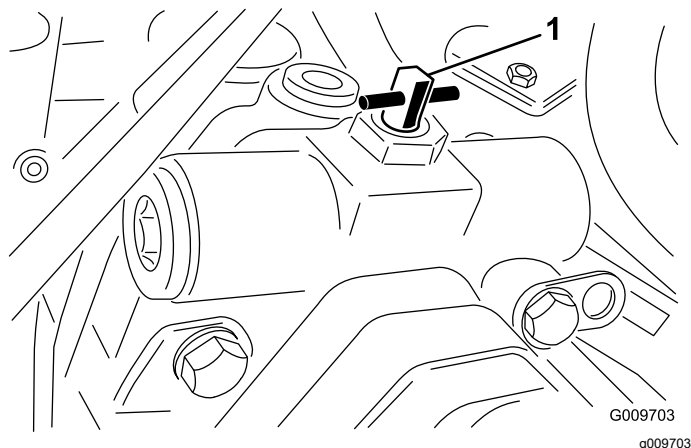

Figure 56
- Ouvrez l'autre vanne de dérivation de la pompe de déplacement en la tournant à 90° (1/4 de tour) dans chaque sens (Figure 56).